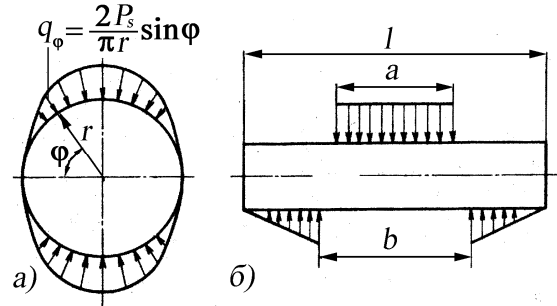

Рис. 4. Расчетные схемы нагружения поршневого пальца от суммарных сил P_s : а – при расчете на овализацию; б – при расчете на изгиб и срез
На рис. 4 приведены значения функций η и коэффициента k в зависимости от α , а на рис. 5 – эпюры напряжений σ_a и σ_i возникающих вследствие овализации. Из рис. 5 видно, что для всех значений α величина η_2 является максимальной. Однако она определяет напряжения сжатия, которые менее опасны, чем напряжения растяжения. Необходимо отметить, что нецементованная внутренняя поверхность пальца испытывает напряжения растяжения, вызванные термохимической обработкой его наружной поверхности. В точке 2 они частично уравновешиваются напряжением от газовой нагрузки, а в точке 4 напряжения суммируются. Поэтому напряжения от овализации оцениваются главным образом по уравнению (34).